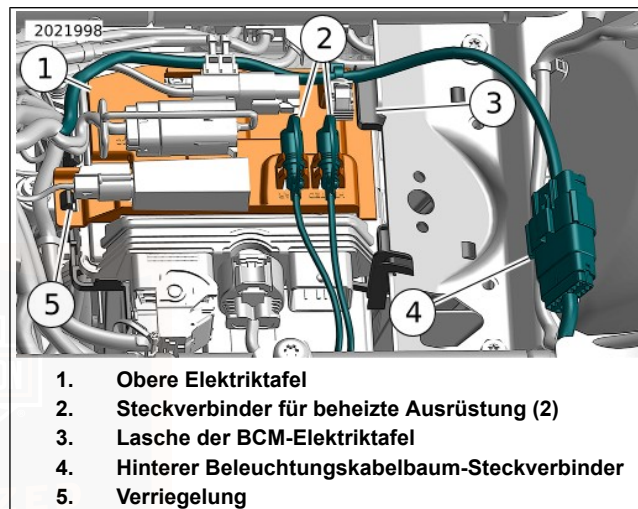
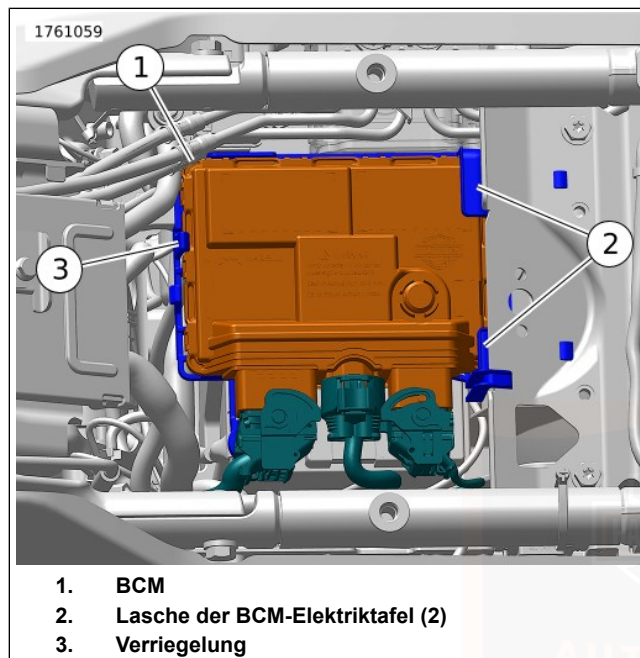
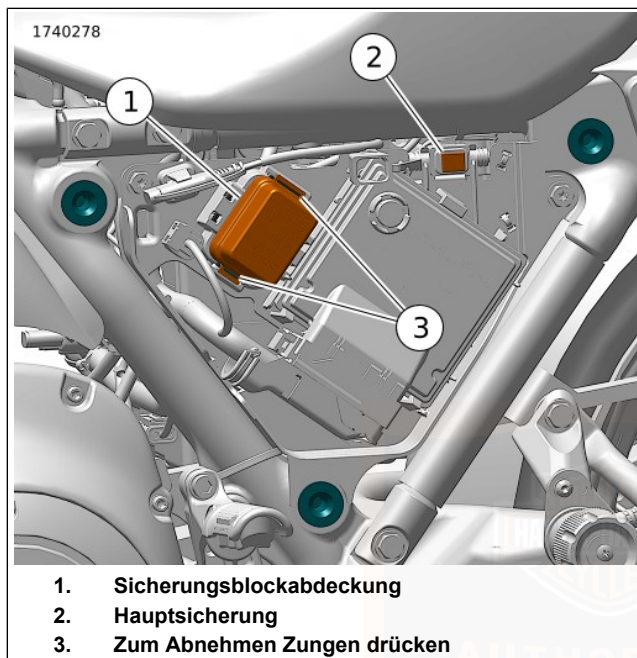

Abbildung 109. Ausbau/Einbau der oberen Elektriktafel
Abbildung 110. Ausbau/Einbau des BCM
Abbildung 113. Sicherungsblock (unter der linken Seitenabdeckung)
- d. Siehe Abbildung 113 . Die Hauptsicherung (2) ausbauen.
3. Siehe Abbildung 109. Den Steckverbinder (4) des hinteren Beleuchtungskabelbaums abklemmen.
4. Die Steckverbinder (2) der beheizten Ausrüstung von der oberen Elektrizitätstafel (1) entfernen.
5. Die Verriegelung (5) leicht nach hinten drücken und die Vorderseite der oberen Elektrizitätstafel anheben. Die obere Elektrizitätstafel nach vorne schieben, um sie von der Lasche (3) der BCM-Elektrizitätstafel zu lösen.
7. Siehe Abbildung 110. Die Verriegelung (3) leicht nach vorne drücken und die Vorderseite des BCM (1) anheben. Das BCM nach vorne schieben, um es von den Laschen (2) der BCM-Elektrizitätstafel zu lösen.
9. Siehe Abbildung 110. Das BCM (1) in die Position oben auf der BCM-Elektriktafel absenken. Das BCM nach hinten unter die hinteren Laschen (2) der BCM-Elektriktafel schieben.
10. Die Vorderseite des BCM nach unten drücken, bis die Verriegelung (3) einrastet.
11. Siehe Abbildung 109. Die obere Elektriktafel (1) in die Position oben auf dem BCM absenken. Die obere Elektriktafel nach hinten unter die Lasche (3) der BCM-Elektriktafel schieben.
12. Die Vorderseite der oberen Elektriktafel nach unten drücken, bis die Verriegelung (5) einrastet.
13. Die Steckverbinder (2) für die beheizte Ausrüstungen in den Haltern an der oberen Elektriktafel anbringen.
14. Den Steckverbinder (4) des hinteren Beleuchtungskabelbaums anschließen.
15. Siehe Abbildung 113 . Die Hauptsicherung (2) einbauen.
Siehe Abbildung 113. Eine 60 A -Hauptsicherung (2) befindet sich in der Nähe des Sicherungsblocks. Wenn die Hauptsicherung entfernt wird, unterbricht das die Stromversorgung zu allen Systemen, außer Anlasser und Anlassermotor/-magnetschalter.
Siehe Abbildung 113. Sicherungen befinden sich unter der linken Seitenabdeckung.